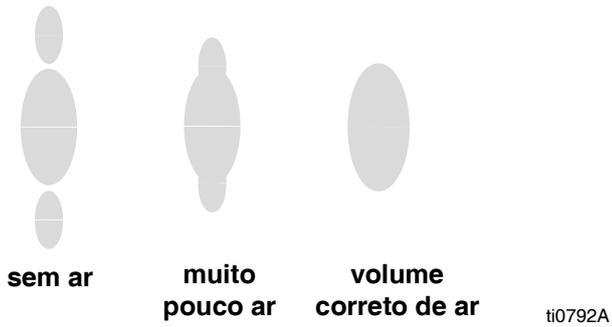

FIG. 7. Problemas do leque de pulverização
- Consulte a FIG. 7. Regule a pressão do ar de atomização para cerca de 5 psi (0,35 bar, 35 kPa) depois de acionar a pistola. Verifique o leque de pulverização e, de seguida, aumente ligeiramente a pressão do ar até o fluxo ficar totalmente atomizado e empurrado para o leque de pulverização. Não exceda a pressão do ar de 100 psi (0,7 Mpa, 7 bar) para a pistola.
3. Consulte a FIG. 7. Para um leque mais estreito, rode o botão da válvula de regulação do leque (AA) no sentido contrário ao dos ponteiros do relógio (para fora). Se o leque ainda não for suficientemente estreito, aumente ligeiramente a pressão do ar para a pistola ou utilize um bico de tamanho diferente.